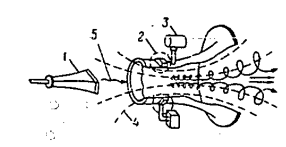

Рис. 2. Принципиальная схема двигателя непрерывного действия.
В электромагнитных двигателях, или как их еще называют в магнетродинамических, плазма, получаемая при помощи электрической дуги или индукционного нагрева, ускоряется магнитным полем. Эти двигатели подразделяются на импульсные и непрерывного действия. На рис. 2 показан двигатель непрерывного действия, в котором происходит взаимодействие высокочастотного электрического поля с постоянным магнитным полем. В результате плазма вращается и одновременно ускоряется в направлении магнитного поля, которое используется для преобразования спирального движения в прямолинейное. Работает такой двигатель следующим образом. С помощью специального устройства (2) по-